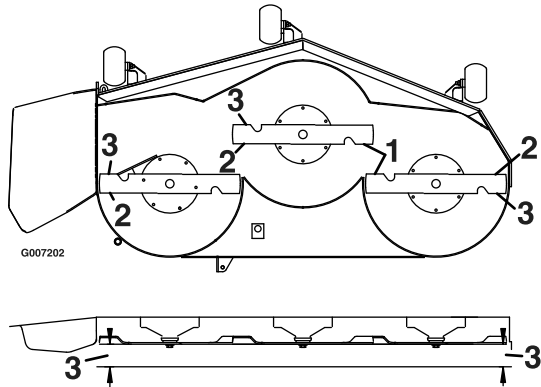

Figura 58
4. Mida entre los bordes de corte exteriores y la superficie plana (Figura 58).